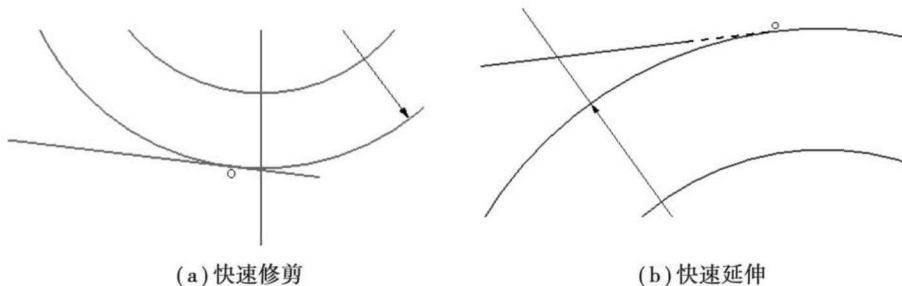

图 1.12
(11) 单击“快速修剪”按钮 , 选择如图 1.12(a) 所示相交后多余的线段。单击“快速延伸”按钮 , 选择如图 1.12(b) 所示线段。